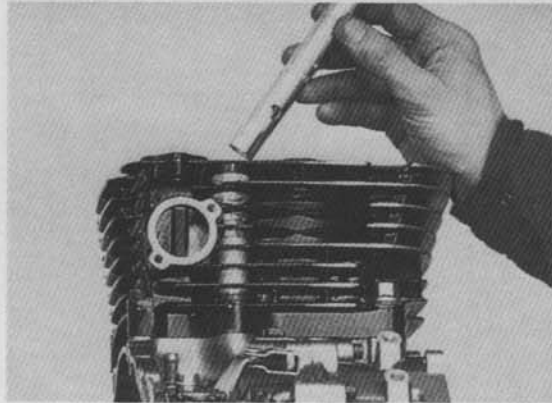

Bild 148
- Links am Zylinderfuss vorn und hinten je eine Innensechskantschraube SW 5 ausdrehen. Zwei Hülsenmuttern SW 12 und zwei Muttern SW 14 jeweils vorn und hinten schrittweise über Kreuz lösen. Um an die in den Kühlrippen liegenden Hülsenmuttern (Bild 148) zu gelangen, nur passendes Qualitätswerkzeug verwenden! Keinesfalls hier mit Gabelschlüssel herummurksen.